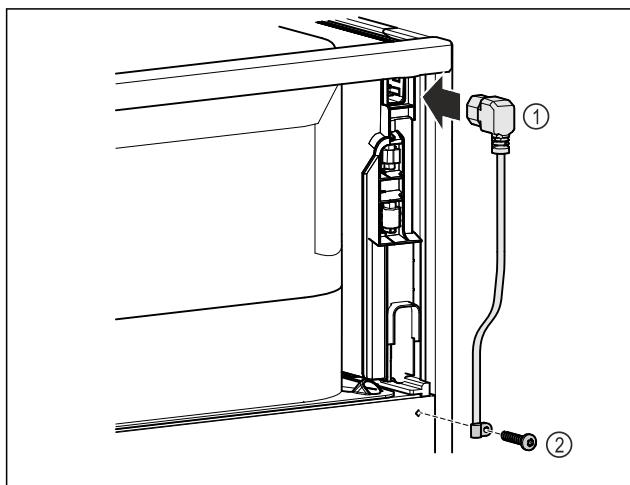

Fig. 75
- ▶ Insertar el conector para aparatos de frío del cable de alimentación Fig. 75 (1) en la parte posterior del dispositivo.
- ▶ Montar la protección contra tirones Fig. 75 (2).